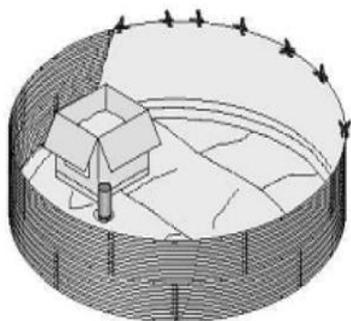

Figura 6
- Estenda a cobertura para as paredes o mais uniformemente possível, deixando uma folga mínima de 10 cm que deve ser colocada por cima do bordo superior do reservatório, prendendo-o com a ajuda de fixadores em PVC, (podem ser adquiridos à parte) de 30 em 30cm. O excesso deve ser deixado no fundo (figura 6 e 7).